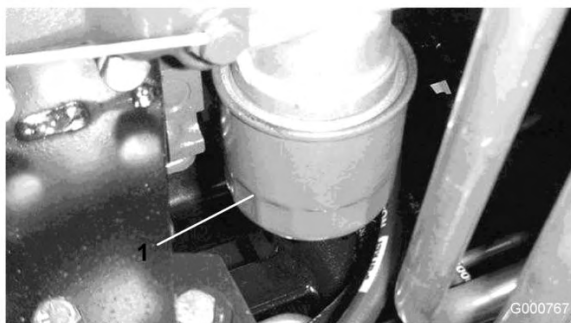

Figura 56
2. Togliete il filtro dell'olio (Figura 56). Applicare un velo di olio pulito sulla tenuta del nuovo filtro prima di avvitarla. Non serrate troppo.